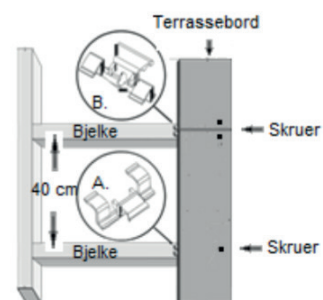

fig. 8
2. På motsatt langside av det første bordet festes klipsen i bjelkene med den enkle leppen i sporet på terrassebordet. I skjøt mellom to bord brukes klips som er beregnet for dette. (B på fig. 8). Klipsen festes i bjelken med skrue. **OBS! Ikke fest skruen for stramt.**